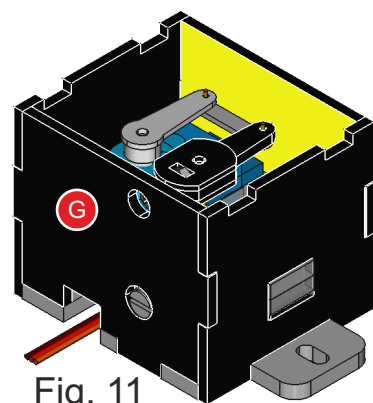

Fig. 11
6) Chiudere con la parete frontale G il come mostrato in fig 11.